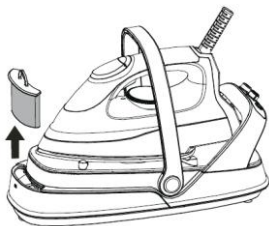

Fig. 7
2. Extraiga el filtro antical **3** tirando del mismo hacia arriba (Fig. 7).